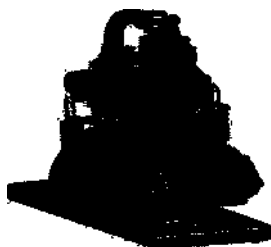

Рисунок 11
- 1) Вертикальное положение аппарата, необходимое для усаживания и вставания пациента (рис. 11).